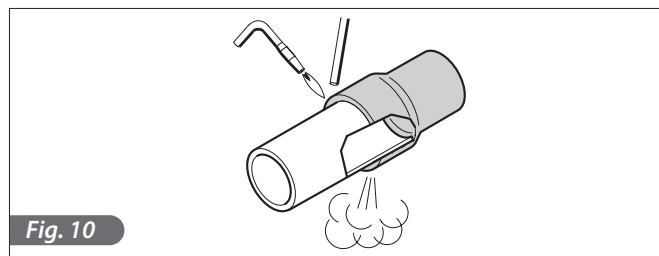

Fig. 10
- 3) Saldature ermetiche (Fig.10).